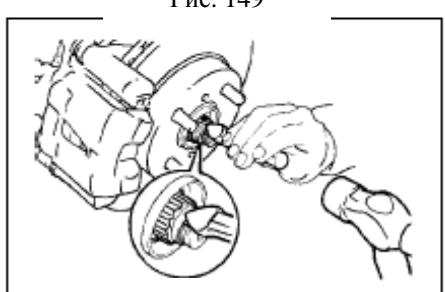

Рис. 150
- (2) С помощью молотка и керна закерните стопорную гайку ступицы.(рис. 150)